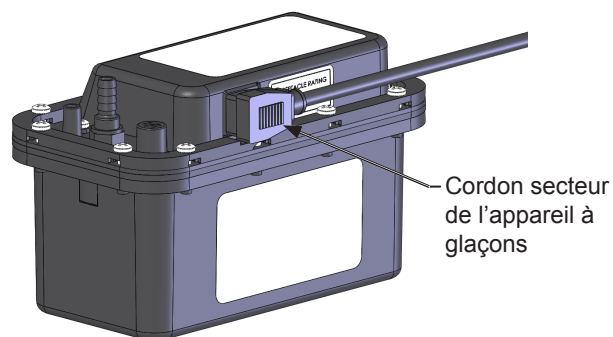

Figure 40
5. Débranchez le cordon d'alimentation de l'appareil à glaçons de la pompe de drainage (Voyez la Figure 40).